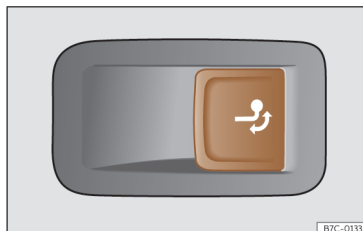

Fig. 173 No lado direito da bagageira: botão para desbloquear o gancho de reboque.
- Puxe o botão >>> Fig. 173 de forma breve. O gancho de reboque desbloqueia-se eletricamente e roda-se automaticamente para fora. A luz de controlo do botão pisca.
• Puxe o botão >>> Fig. 173 de forma breve. O gancho de reboque desbloqueia-se eletricamente.
• Nunca pressione o botão >>> Fig. 173 quando tiver um reboque engatado ou estiver montado um porta-bagagens ou outros acessórios sobre o gancho de reboque.